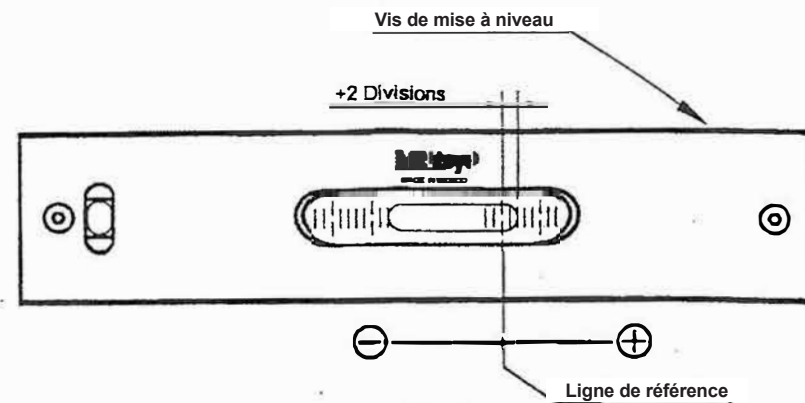
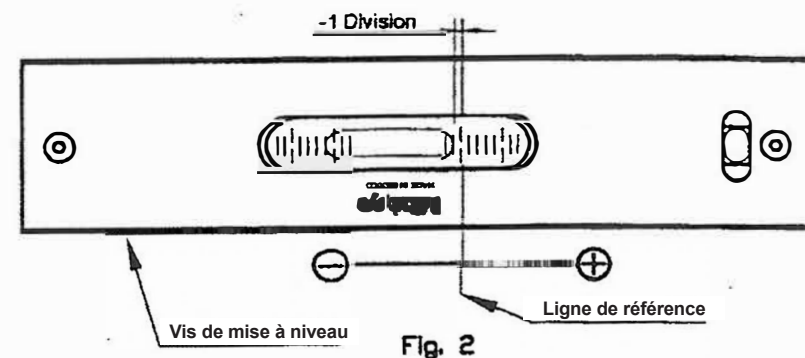

Fig. 1
Fig. 2
2. Placer le niveau sur la surface de référence et noter la lecture (figure 1).
3. Faire pivoter le niveau horizontalement de 180°, le remettre à la même place et noter la lecture (figure 2).
La lecture de la figure 1 montre que le niveau est hors tolérance de +2 divisions et la lecture de la figure 2 montre que le niveau est hors tolérance de -1 division. La différence entre les 2 lectures est 3 divisions.
$$\frac{(\text{Lecture de Fig. 1}) - (\text{Lecture de Fig. 2})}{2} = \frac{(+2) - (-1)}{2} = \frac{+3}{2} = +1.5 \text{ (erreur)}$$
Ajouter l'erreur à la lecture de la figure 2 :
La vis de mise à niveau devra être tournée dans la direction B d'un cran, pour que la lecture à la position de figure 2 montre + 0,5 de division.